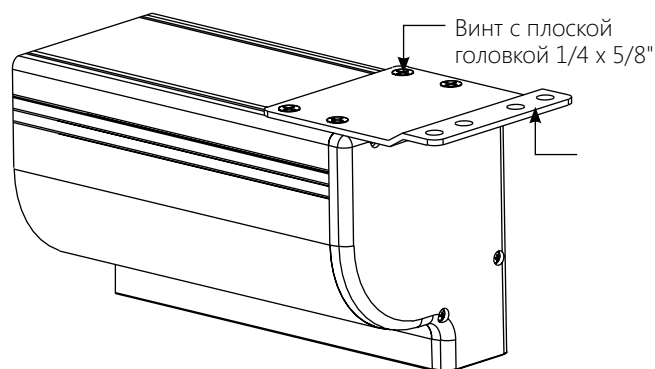

Рисунок 3
2. С помощью отвертки Phillips № 2 ослабьте четыре винта 1/4 x 5/8", удерживающие кронштейны для потолочного монтажа заподлицо (рис. 3).
4. Затяните четыре винта 1/4 x 5/8", удерживающие кронштейны для потолочного монтажа заподлицо (рис. 3).
2. Снимите кронштейны для потолочного монтажа заподлицо с помощью отвертки Phillips № 2 (рис. 3). Сохраните четыре винта 1/4 x 5/8".